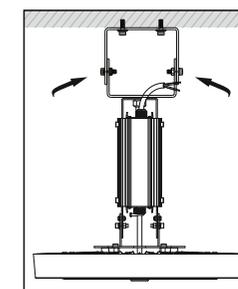
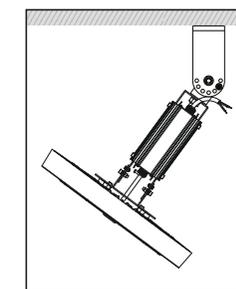

Рис. 4
Рис. 5
- Извлеките боковые винты из кронштейна (рис. 4), произведите регулировку осветительного прибора на необходимый угол (рис. 5), установите винты и надежно затяните их.